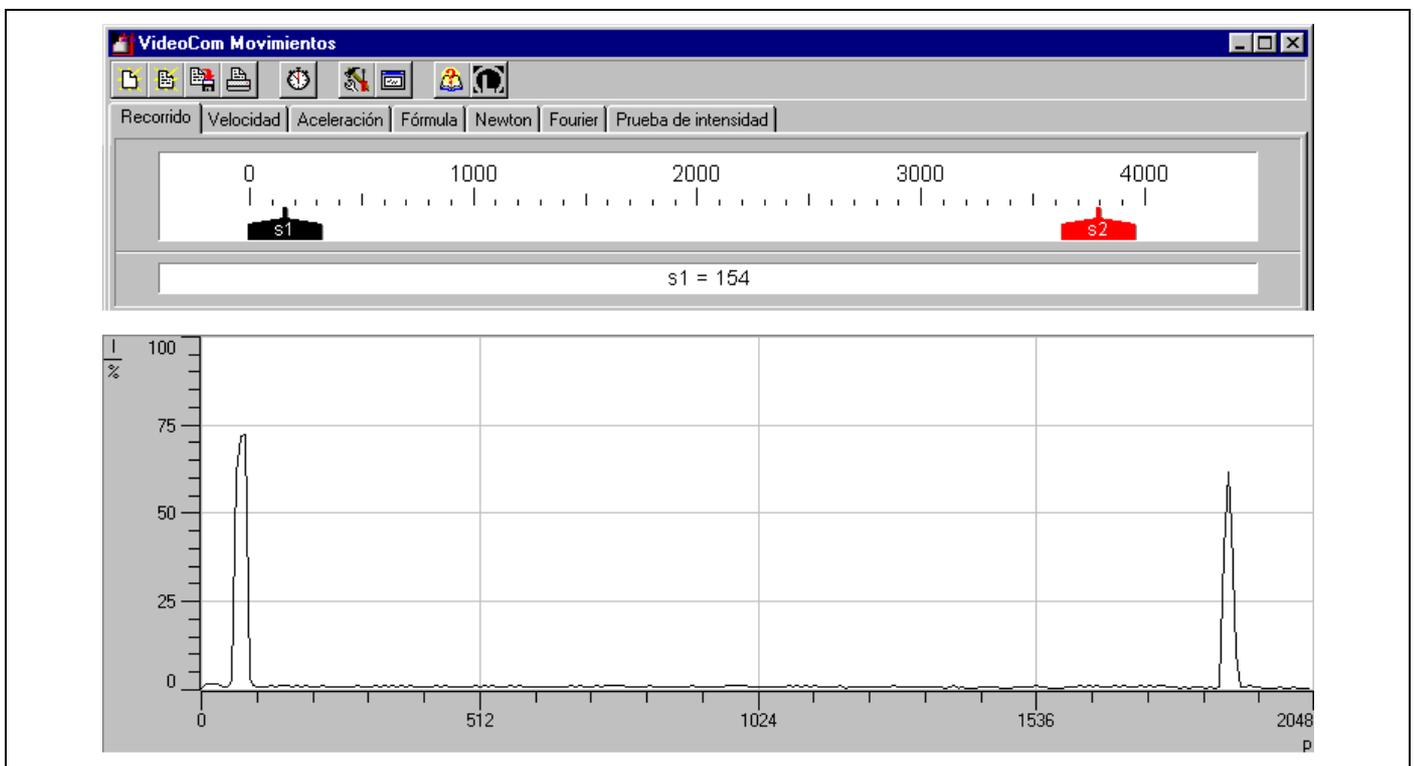

Fig. 5
La lámina autoadhesiva refleja la luz incidente exactamente sobre sí misma (principio del espejo triple). VideoCom diferencia este reflejo del fondo por medio de la medición de intensidad y registra la posición de la lámina (véase la Fig. 5). El flash de LEDs atornillado, que finge de fuente luminosa, cumple un rol decisivo porque justamente esa es la dirección hacia donde la lámina refleja la luz.
- seleccione la altura de tal manera que por lo menos se tenga un reflejo en el visualizador ⑦;
- por último ambos reflejos deben quedar en el borde derecho e izquierdo del visualizador ⑦ (véase la Fig. 5), esto es, una variación leve del ajuste ya no debe notarse;
Si VideoCom no puede ser ajustado porque reconoce muy pocos o demasiados reflejos (por ej. a causa de las condiciones desfavorables de luminosidad) el software ofrece la posibilidad de representar las intensidades medidas del movimiento (prueba de intensidad). Una distribución de intensidad típica muestra para cada reflejo un pico de por lo menos 25 % de altura y un fondo de máx. 10 % (véase la Fig. 5).